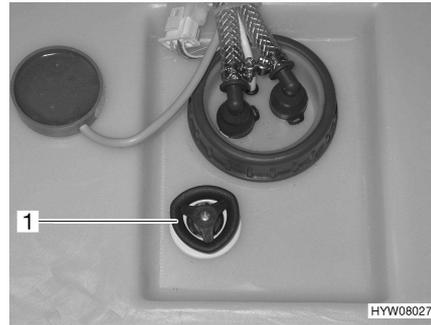

Fig. 100 Réservoir d'eau avec poignée tournante
- Faire tourner la poignée tournante (Fig. 100,1) du réservoir d'eau à fond dans le sens inverse des aiguilles d'une montre au-delà de la résistance pour ouvrir entièrement l'ouverture d'écoulement.